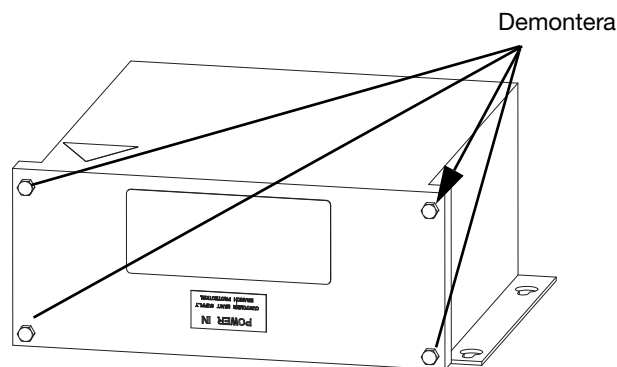

FIG. 8: Fristående transformator
3. Ta bort de fyra skruvarna på transformatorn enligt **FIG. 8** och ta bort frontkåpan.